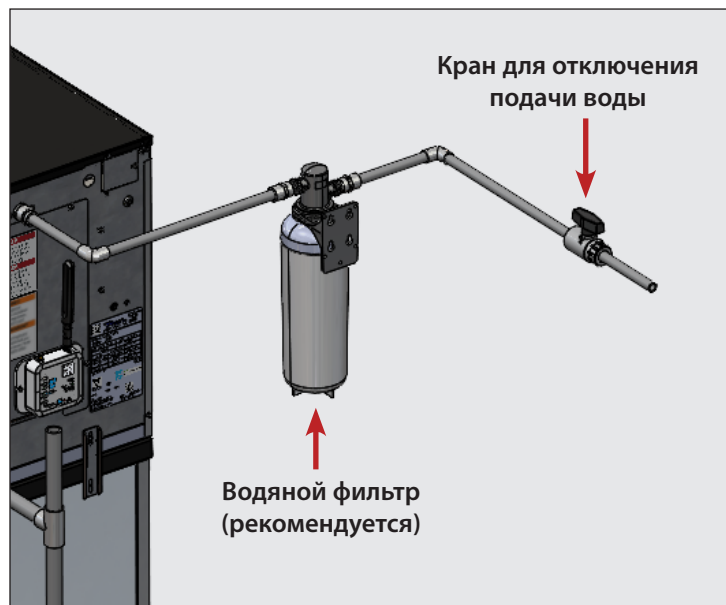

Рис. 1. Кран установлен перед водяным фильтром.
1. Если установлен водяной фильтр, кран для отключения подачи воды установить перед фильтром. См. рис. 1.